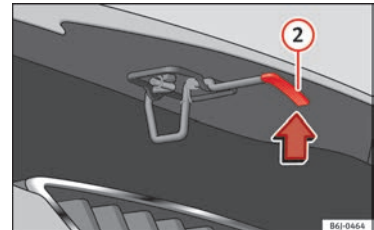

Abb. 6 Hebel unter der Motorraumklappe.
- Motorraumklappe anheben: Drücken Sie die Wippe unterhalb der Motorhaube nach oben » Abb. 6 ②. Dabei wird der Fanghaken entriegelt.